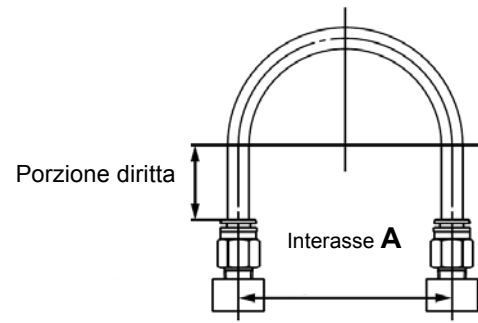

Figura 6
- Durante il collegamento dei tubi mediante raccordi istantanei, prevedere una lunghezza del tubo di riserva come indicato nella Figura 6.